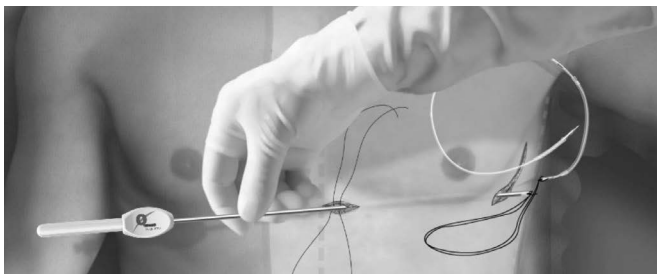

Figura 12: *Conectando a extremidade distal do eletrodo à EIT*
3. Com o material de sutura convencional, amarre o orifício de fixação do eletrodo à Ferramenta de Inserção de Eletrodo (EIT) criando uma alça de 15-16 cm de comprimento (*Figura 12*).